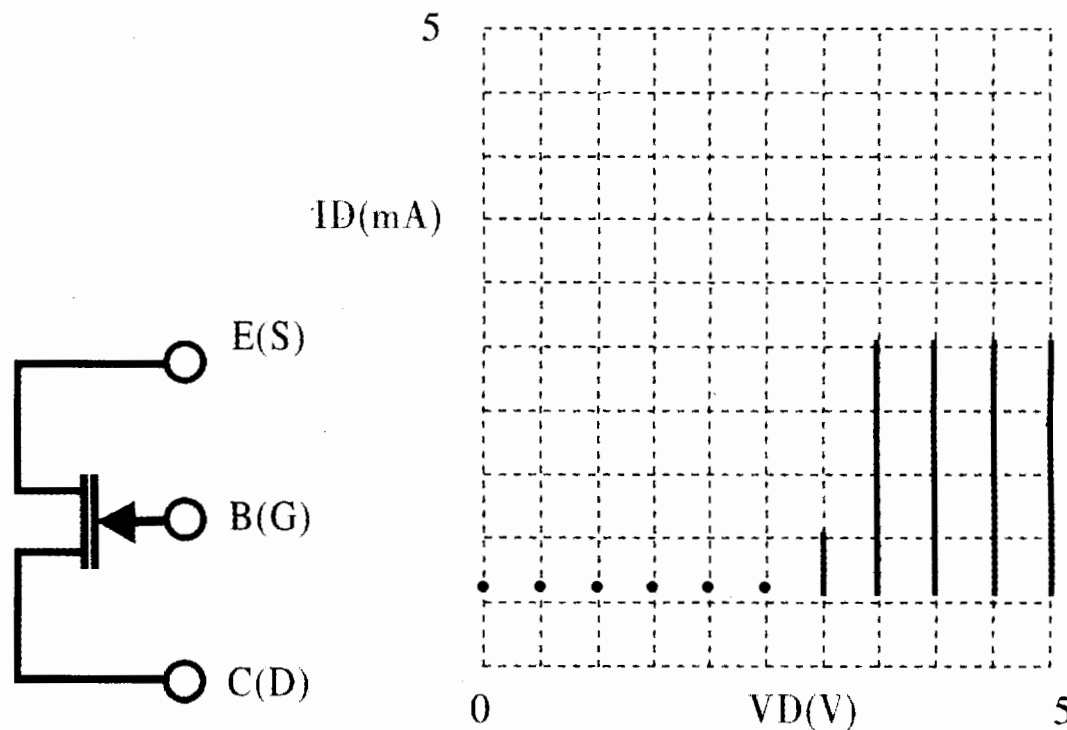

图 4-8
4.2.8 高开启电压 VMOS 管 IRF840 的开关特性 (如图 4-8)